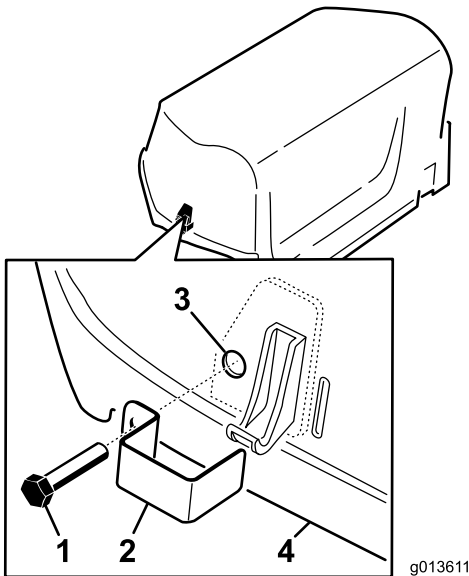

Figura 5
1. Montai un element de blocare peste elementele de blocare stânga și dreapta a capotei (Figura 5) cu un urub cu cap hexagonal complet filetat (2 în total).
2. Folosind un clește sau o cheie reglabilă, introduci o aibă de blocare internă pe fiecare urub (1 până la 2 spire) pentru a fixa uruburile (Figura 5).